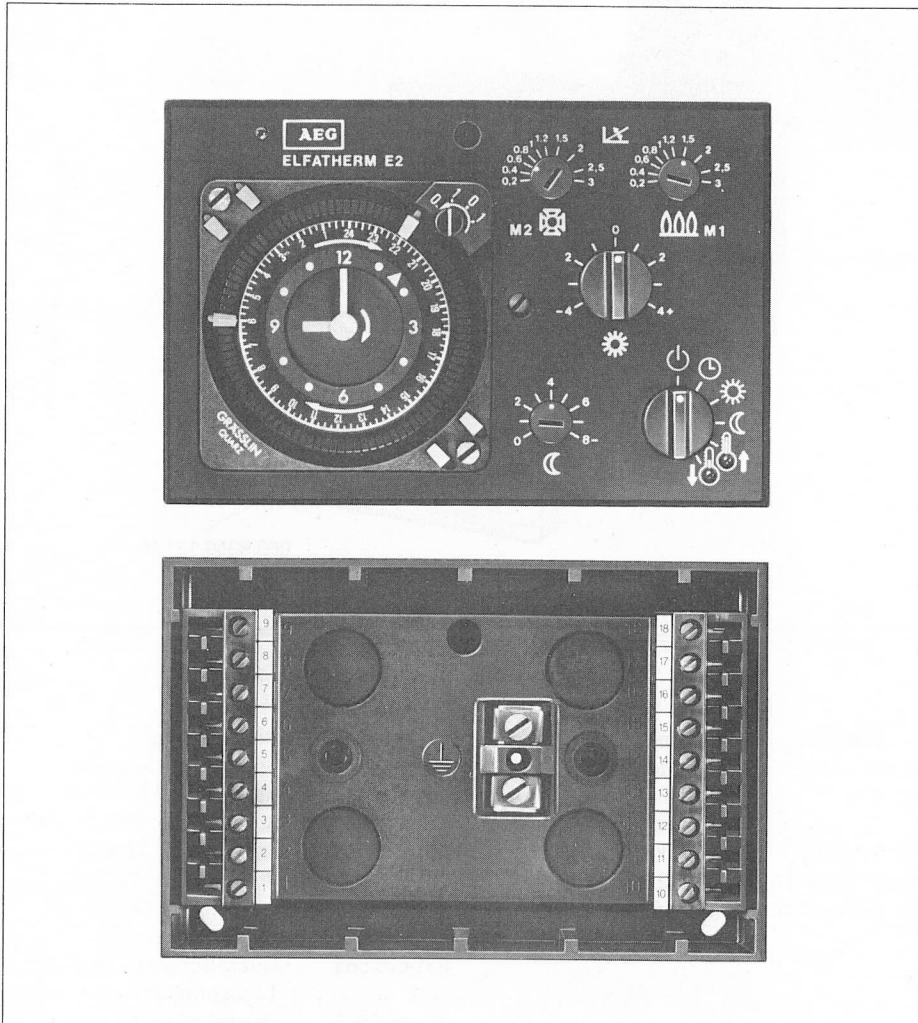

Bild 10 Zentralgerät E2MM mit Grundplatte
3.6 Zentralgerät E2MM (Bild 10)